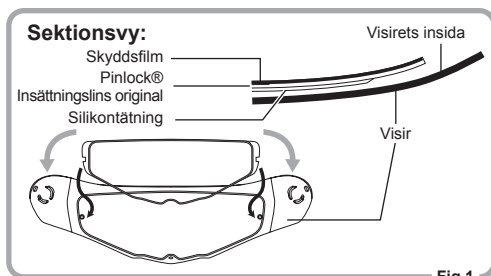

Fig.1
1. Sätt silikontätningssidan av Pinlock® Insättningslins original på insidan av visiret, utan att dra av skyddsfilm från linsen. Sätt sedan Pinlock® Insättningslins original på insidan av visiret genom att klicka fast den i excentersprintarna. (Fig. 1 och 2)